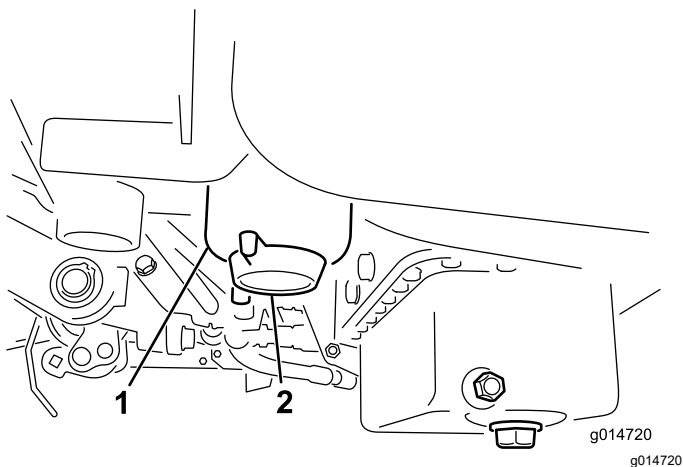

Figura 40
2. Limpie la zona de montaje del cartucho del filtro (Figura 40).
4. Abra el tapón de vaciado del filtro (Figura 40).